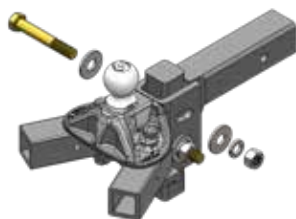

Figura 4
4. Utilice pernos de  $\frac{3}{4}$ ", arandelas planas, arandelas de seguridad y tuercas para asegurar el cabezal al vástago a la altura correcta. Apriete las tuercas a mano. (Figura 4)